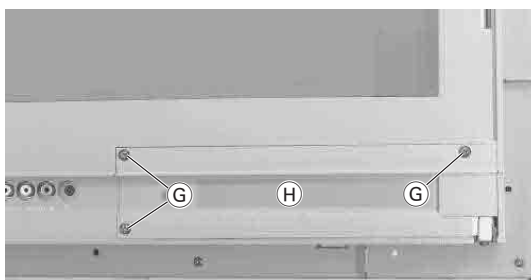

Fig. 8
- 3 Schrauben ③ aus der Frontblende herausschrauben und DVD-Laufwerk ④ aus der Frontblende entnehmen (Fig. 8)
- Undo 3 screws ③ on the front cover and pull the DVD drive mechanism ④ out (Fig. 8)